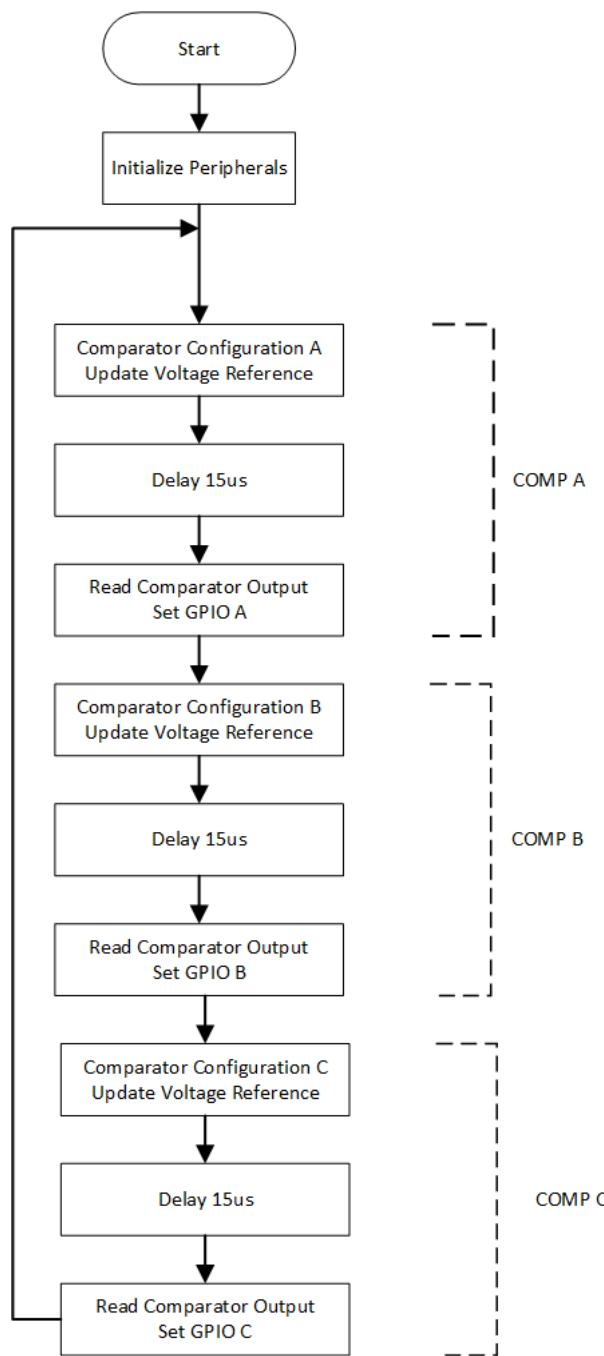

图26. 应用软件流程图
5. 编写应用程序代码以调用每个配置设置、稳定时间延迟并将结果分配给相应的 IO 引脚。有关软件概览，请参阅图 26。